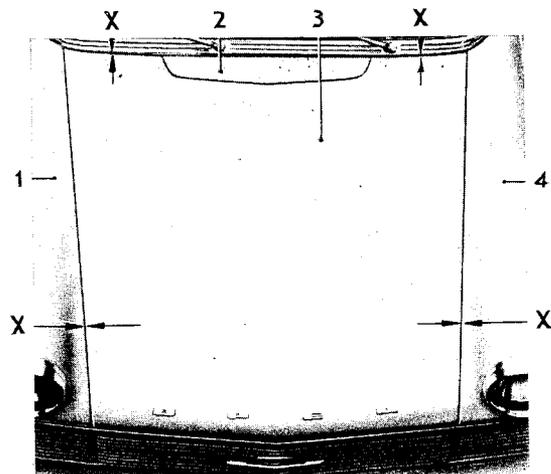

Bild 11 - Motorhaube aufgepaßt
5. Haube schließen und so ausrichten, daß die Abstände der Haube zu den beiden Kotflügeln und dem Windfang annähernd gleich groß sind (Bild 11), wobei die Haube auch satt auf dem Windfang aufliegen muß.